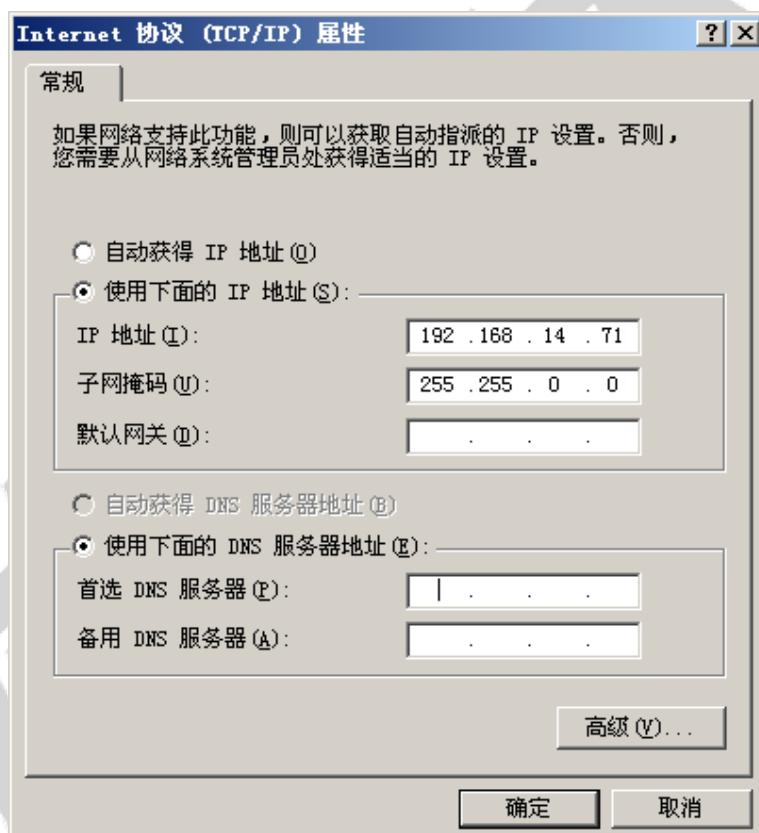

图 7.1 IP 设置
3. 修改 PC 的 IP 地址，鼠标右击 网上邻居→属性，再在弹出的窗口中右击本地连接→属性，弹出本地连接属性窗口，双击 Internet 协议 (TCP/IP)，在弹出的窗口中修改 IP 地址为 192.1668.14.71，子网掩码为 255.255.0.0，点确定。如图 7.1 所示：